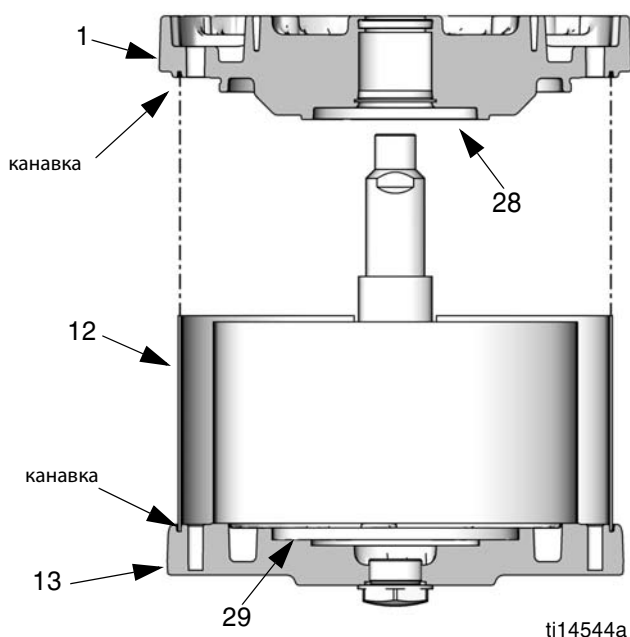

Рис. 13: Совмещение экрана в канавках на крышках
8. Нанесите смазку на уплотнительное кольцо (9*) и установите его на нижнюю крышку (1).
9. **Только для M07xxx, M12xxx и M18xxx:** Установите амортизатор поршня (28) на нижнюю крышку (1).
10. См. Рис. 13. Осторожно поместите нижнюю крышку (1) на цилиндр (11), вставив шток в опору. Поверхности коллектора на верхней и нижней крышках должны располагаться на одной линии. Убедитесь, что экран (12) находится в канавке как на верхней, так и на нижней крышках.